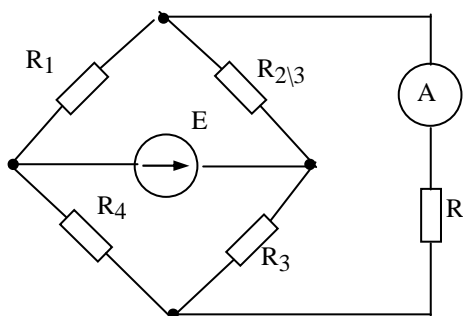

Рис. 1.4.9
1.4.9. Методом эквивалентного генератора определить показание амперметра A (рисунок 1.4.9), если $E=10$ В, $R_1=6$ Ом, $R_2=4$ Ом, $R_3=8$ Ом, $R_4=2$ Ом, $R=4$ Ом.